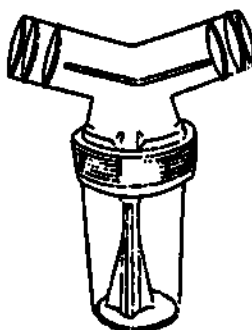

Рис. 11-Сборник конденсата (отстойник)
4.7 Сборник конденсата (рис.11)